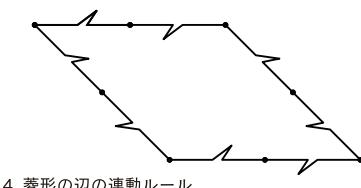

図 4. 菱形の辺の運動ルール
今回の目的は、菱形の上に絵柄を描き菱形を様々な敷き詰めを行なった上でその絵柄が崩れることなく連続模様となることです。菱形の辺を少しづつ折り曲げ他の辺も運動して折り曲げて絵柄を描けば、隣の絵柄と重なることを回避できます。図 4 は運動させて折り曲げる辺とその向きのルールを図示したものです。図 5 はルールで描いた絵柄の一例ですが、運動する辺数が多いため絵柄が単調になりやすい特徴があります。
2. 図 4 のルールを適用後に分割してもよいこと